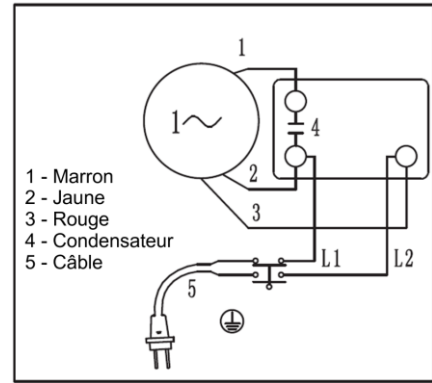

Fig. 3
- Raccordez les câbles électriques au moteur en suivant le schéma de câblage illustré à la figure 3.